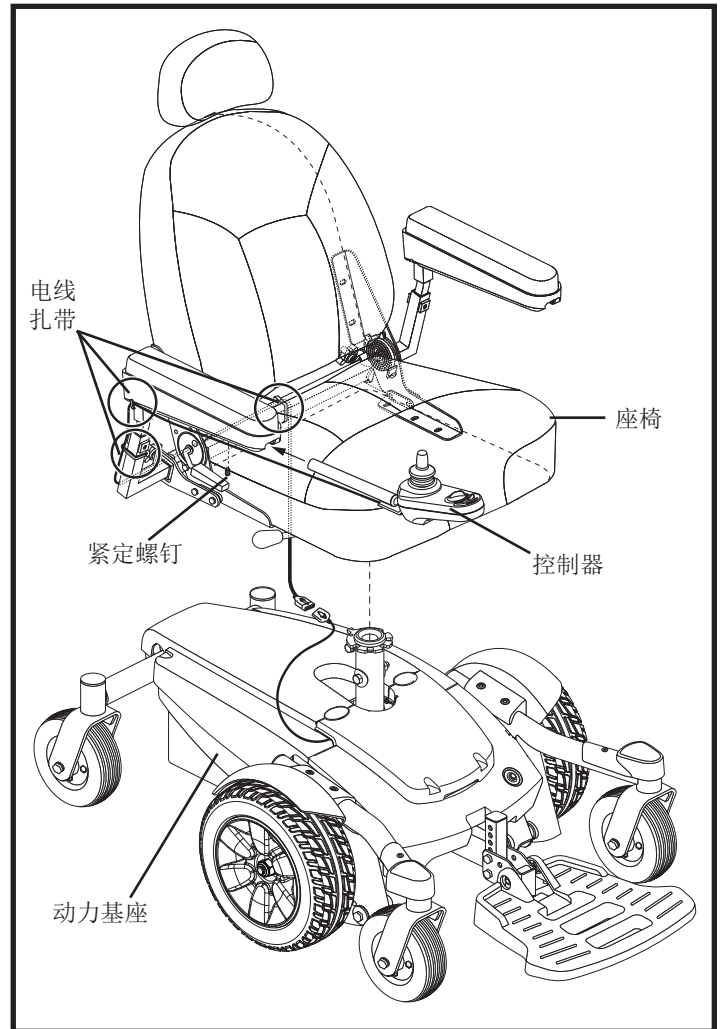

图6. 座椅和控制器组装
电气组件位于动力基座内部或外部。主断路器位于动力基座前部。电源模块位于前盖板下。见图6。
1. 将座椅安装在动力基座上。见图 6.
3. 将扶手抬起至竖直，然后布置控制器线束并使用电线扎带固定，如图6 所示。
9. 沿座椅框架布置控制器线束，并使用电线扎带固定。见图 6。